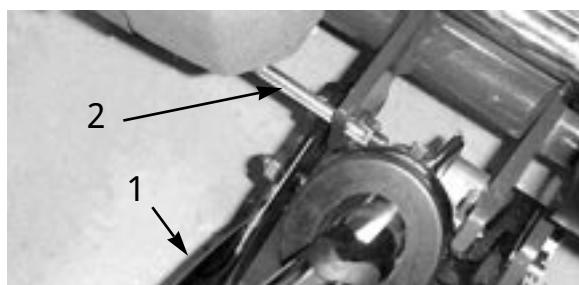

図 11
2. キック・スタンドを立て、キック・スタンド取り付けボルトの上にあるフレームの穴に、6 mm 径のピンを差し込む（図11）。